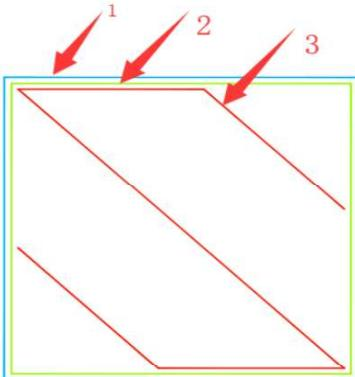

图 19
S形填充即线形填充的改进版，如图 19 中 3 号轨迹，其行走轨迹类似于 S，也可称作锯齿形，会将相邻填充线的末端连接起来，使填充结构与模型侧面粘接更紧密。
2.先填充后打印轮廓：即用于选择是否先打印模型填充部分然后再打印轮廓(内外壳)，如选中此选项，会先打印图 19 中路径3（填充），然后再打印路径2(内壳)和路径1(外壳)；
3.先打外轮廓再打内轮廓：即用于选择是否先打印模型外部轮廓后打印内部轮廓，如选中此选项会先打印图 19 中的路径1(外壳)，然后再打印路径2(内壳)；